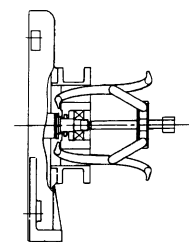

図 15
- (1) ベルト⑳および、ブロワプーリ㉓を外す。(ベルトを外す方法は、「12. ベルト張り調整・交換要領」に従ってください。)
- (2) ブロワ本体をベースより外す。適当な台に吸込口が上を向くようにブロワを置く。(作業中、ブロワを転倒させないように注意してください。)
- (3) ベアリングカバー㉑とパッキン㉒を外す。
- (4) ベアリングナット㉒、ベアリングワッシャ㉓を外す。
- (5) 入口側ベアリングボックス㉔を取り付けているネジを外し、プーリ抜きを用いて入口側ベアリング㉕と入口側ベアリングボックス㉔を共に抜く。(図15)
- (6) 入口側ベアリングボックス㉔より入口側ベアリング㉕を抜く。この時、ハンマの柄などで裏面より入口側ベアリング㉕をたたくと抜ける。
- (7) ケース締付ボルト㉖を外し、ファンケース(C)㉗を外す。
- (8) ファン止めナット㉘、ファン止めワッシャ㉙とエンドカラー㉚、ウェーブワッシャ㉛を外す。
- (9) ファン㉜、デフレクタ㉝、ファンケース(B)㉞の順で最後のファン㉜まで取り外す。